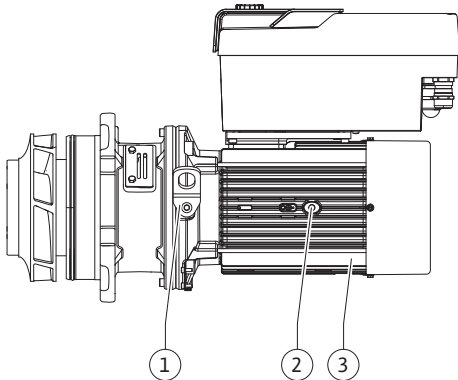

Fig. 102: Takma kiti
13. Takma kitini (bk. Fig. 102) pompa gövdesindeki eski ya da tercih edilen başka bir açılı konumuna yerleştirin. Bileşenlerin izin verilen montaj konumlarına uyun (bkz. bölüm "İzin verilen montaj konumları ve montaj öncesi bileşen diziliminin değiştirilmesi" [► 25]).